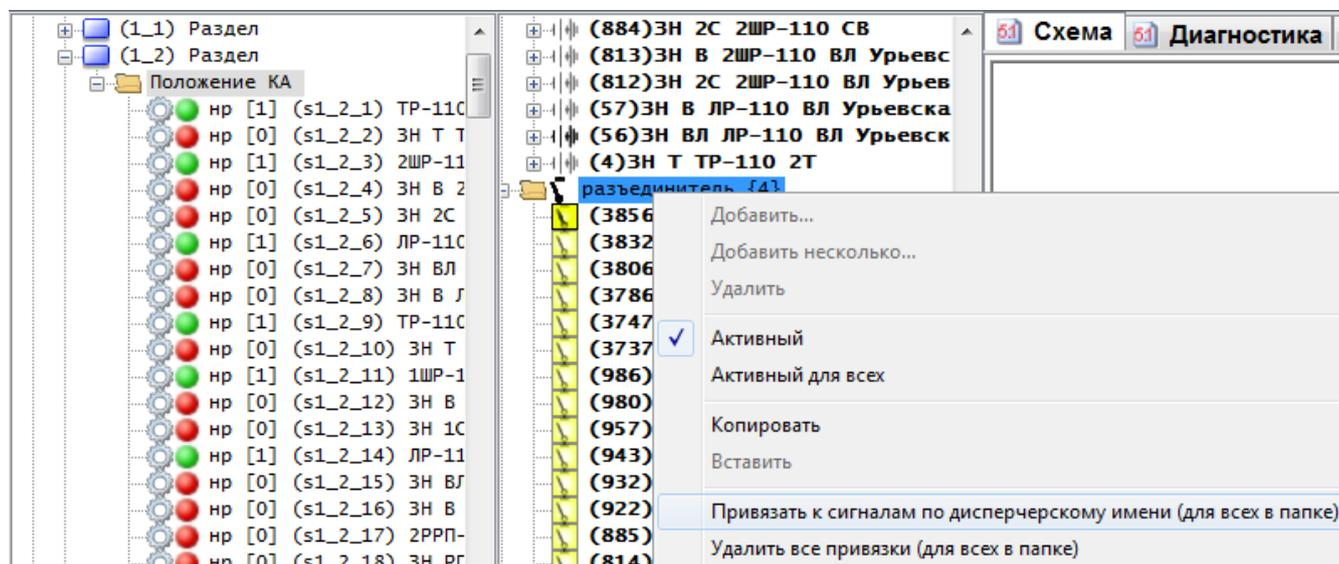

Рис. 6.53. «Мастер» привязки к сигналу по диспетчерскому имени.
- Выбрать в дереве «Схемы» компонент «Группа элементов» или компонент «Элемент схемы», к свойствам которых будет выполняться привязка (смотрите Рис. 6.53).